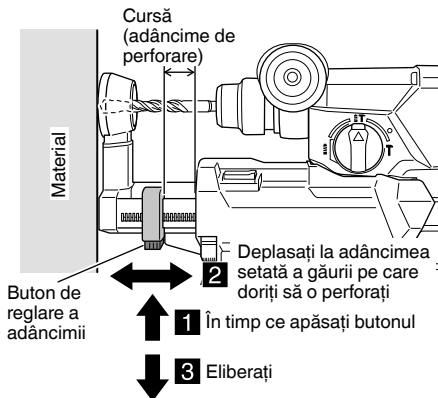

Fig. 8
- Dacă utilizați un burghiu cu un diametru mai mare de 20 mm, demontați sistemul extractorului de praf. Apăsăți butonul de reglare a adâncimii în direcția săgeții pentru a elibera blocarea, deplasați duza pentru a seta cursa egală cu adâncimea la care vreți să perforați și eliberați butonul de reglare a adâncimii pentru a bloca poziția. (Fig. 8)